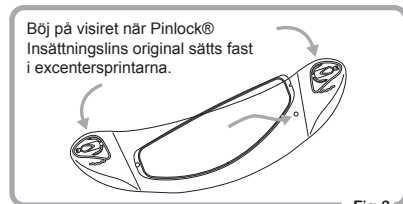

Fig.3
- ② Böj försiktigt på visiret tills visiret blir platt. Klicka sedan fast den andra sidan av Pinlock® Insättningslins original i excentersprintarna och låt sedan visiret att försiktigt återgå till sin normala, krökta form. (Fig. 3 och 4)